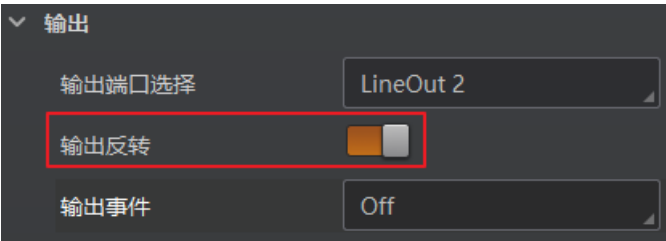

图3-67 输出反转
4. 若需要设备输出与此刻相反的信号，则启用输出反转功能，如图 3-67 所示。